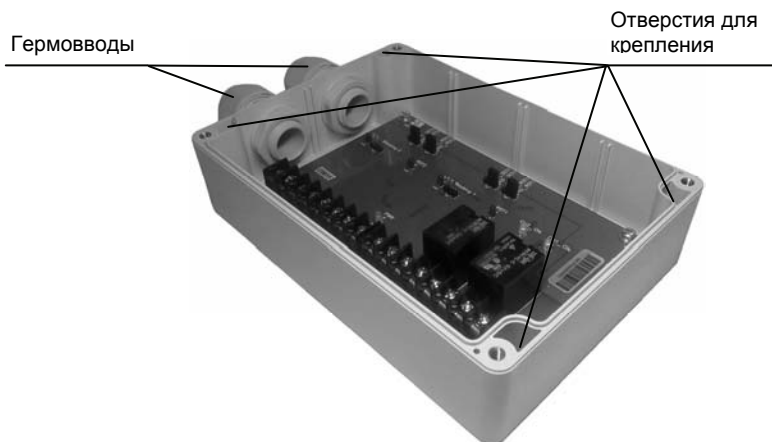

Рисунок 9 – Внешний вид УР-1 со снятой крышкой
- через гермовводы (рисунок 9) протяните провода к клеммам блока;